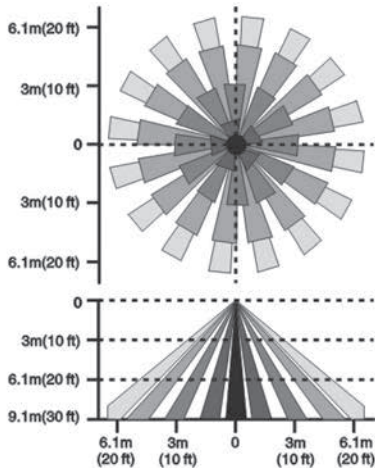

Fig. 1
- Zone de chevauchement de couverture de radio de 15 à 20 pieds (4,57 à 6.1 m) illuminé par un luminaire High Bay (voir Fig. 1)